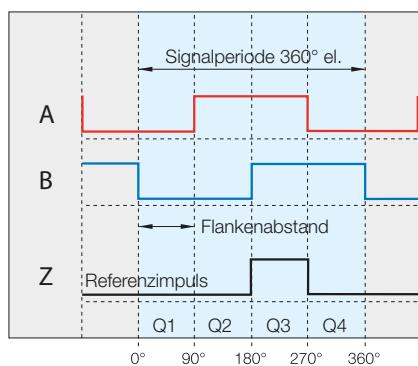

Bild 6-1: Digitale Ausgangssignale bei Vorwärtsbewegung
Die Position des Z-Signals kann unterschiedlich sein (Q1...Q4, siehe Bild 6-1). Es befindet sich aber immer an der physikalisch korrekten Position und ist immer ein Inkrement breit.
- ein polperiodisches Referenzsignal (Periode = 10 mm, Breite Referenzsignal = Flankenabstand, Bild 6-1). Wenn mehrere Referenzsignale übertragen werden müssen, muss ein externer Auswahlsschalter an das gewünschte Referenzpunktsignal montiert werden.